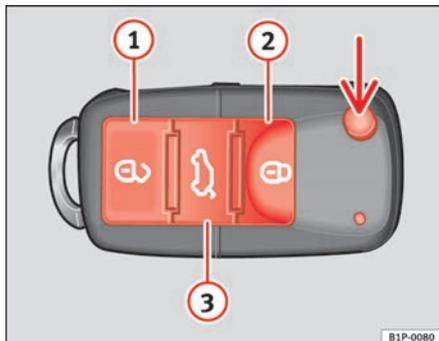

Fig. 42 Botões da chave com telecomando
Com a tecla ⇒ fig. 42 (seta) do comando, destranca-se o palhete da chave.
Destrancar o veículo ⇒ fig. 42 ①.
Trancagem do veículo ⇒ fig. 42 ②.
Destrancagem do porta-bagagens. Prima o botão ⇒ fig. 42 ③ até que todos os indicadores de mudança de direção do veículo pisquem durante breves segundos. Ao premir o botão de destrancagem ③, dispõe de 2 minutos para abrir o porta-bagagens. Uma vez decorrido este tempo, será novamente trancado.
Para alterar o estado de trancagem/destrancagem, accione o botão  ou a tecla 1 ⇒ página 82, fig. 42 da chave do comando à distância.